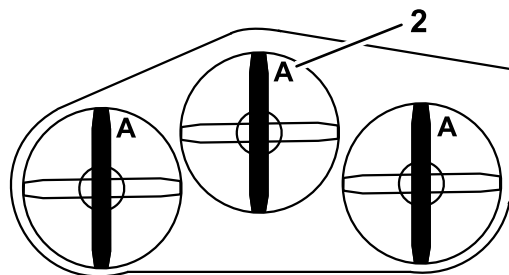

Figura 79
3. Gire las cuchillas hasta que los extremos estén orientados hacia adelante y hacia atrás. Mida desde una superficie nivelada hasta el filo de corte, posición A, de las cuchillas (Figura 79). Anote esta dimensión.